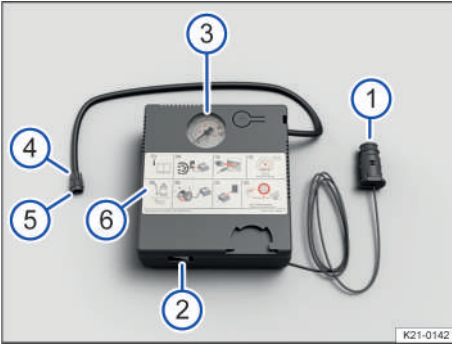

Fig. 274 Compresor del kit reparapinchazos (representación esquemática).
- Enrosque fijamente el tubo de inflado → fig. 274 ⑤ del compresor en la válvula del neumático.
- Asegúrese de que el tornillo de descarga de aire → fig. 274 ④ esté cerrado.
- Acople el conector de 12 voltios → fig. 274 ① a una toma de corriente de 12 voltios del vehículo → pág. 239.
- Encienda el compresor con el conmutador de encendido y apagado → fig. 274 ②.